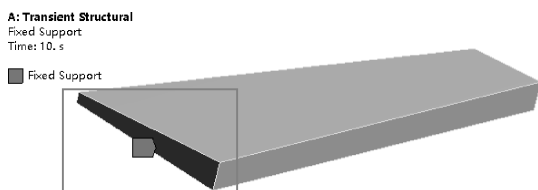

图 11-162 施加固定约束
(1) 在导航树上单击【Transient (A5)】。
(2) 单击【Analysis Settings】→【Details of “Analysis Settings”】→【Step Controls】→【Step End Time】= 10，【Auto Time Stepping】= Off，【Define By】= Substeps，【Number Substeps】= 10，其他默认。
(3) 施加约束：在标准工具栏中单击，然后分别选择平板侧边大端面，然后在环境工具栏中单击【Supports】→【Fixed Support】，如图 11-162 所示。